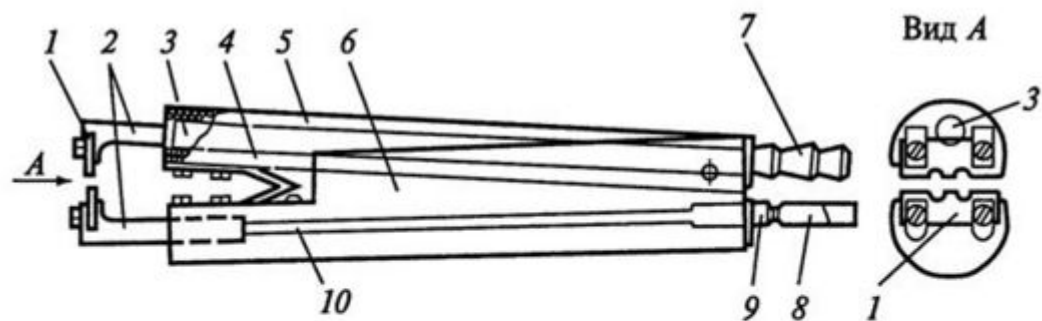

Рис. 1.9. Электронож для снятия изоляции с проводов:
- Текстильная, пластикатовая и пленочная изоляция снимаются обжигом с помощью электроножа (рис. 1.9).